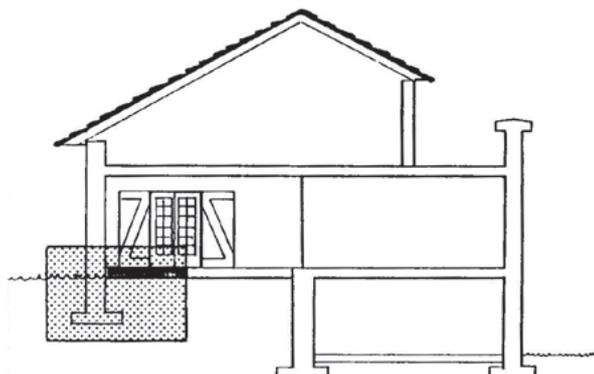

Figura 18.
1) Isolar o teto da cave por meio de painéis compostos, constituídos por fibras minerais ou de poliestireno (Figura 18), pré-fabricados com um paramento de fibrocimento (2). Os painéis são colocados ou aparafusados ao teto. No caso do teto da cave ser em madeira, com vigas aparentes, utilizam-se painéis rígidos ou semi-rígidos de lã de vidro, pregados, ou aparafusados às vigas, ou seguros por uma rede metálica. Para um melhor acabamento é possível utilizar painéis compostos de gesso.